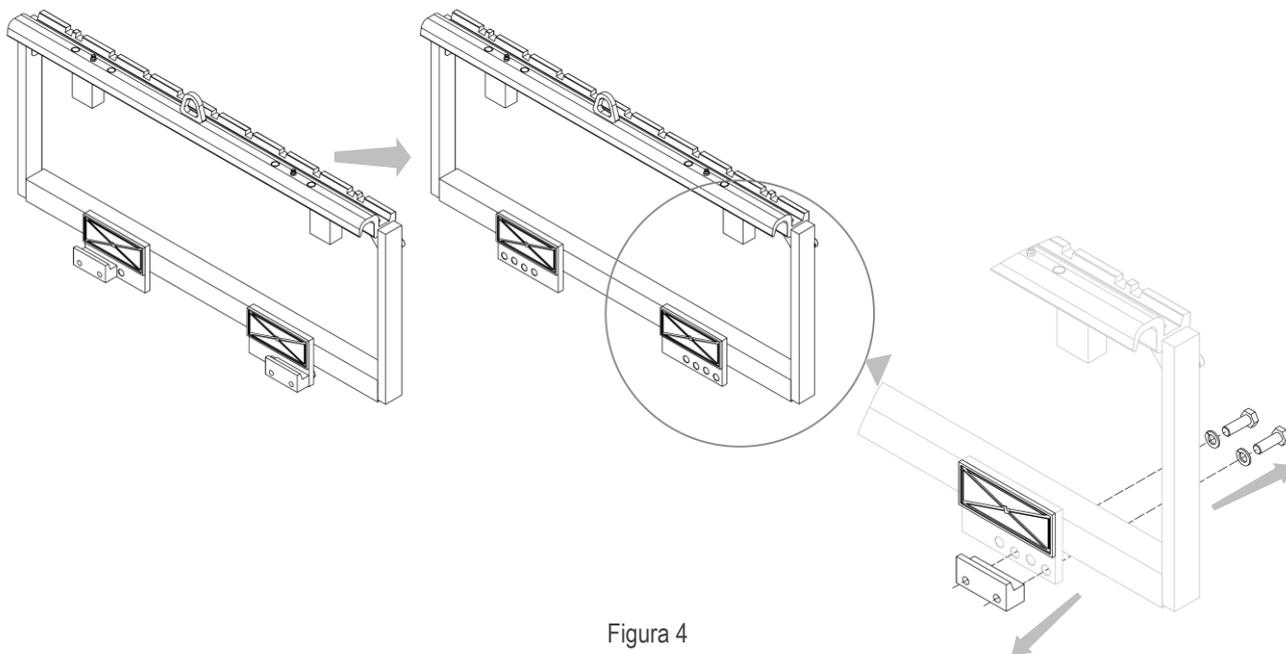

Figura 4
5. Quitar los ganchos inferiores del equipo y engrasar las deslizaderas inferiores (mira *Figura 4*).